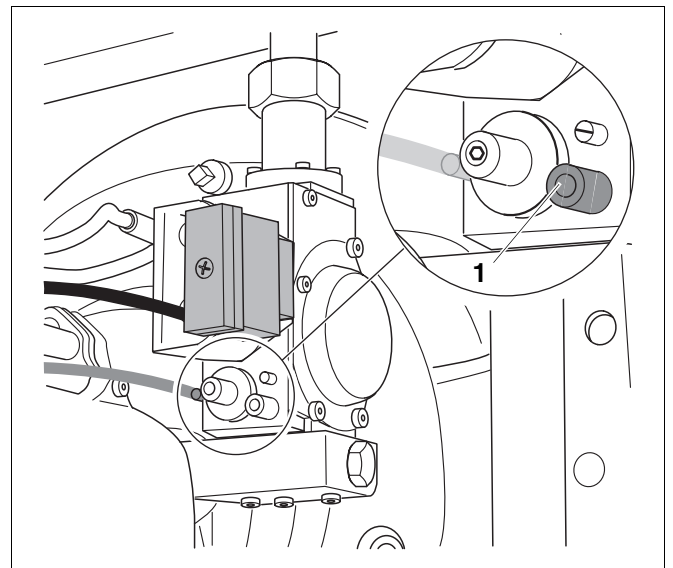

Abb. 29 Gasdüsendruck messen
- Schraube im Messnippel (Abb. 29, **Pos. 1**) mit Schraubendreher eine halbe bis ganze Umdrehung lösen.